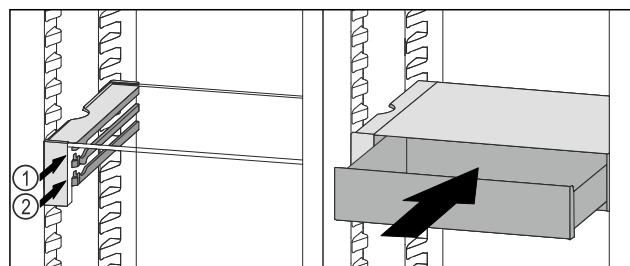

Fig. 126
- ▶ Placera VarioSafe-lådan bakom stopplackarna på önskad list Fig. 126 (1) eller Fig. 126 (2).